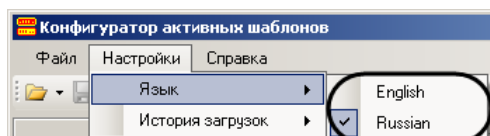

Рис. 13.3—3 Изменение языка интерфейса утилиты PatCfgr.exe
2. Выбрать требуемый язык интерфейса (см. Рис. 13.3—3).
Для завершения работы утилиты PatCfgr.exe необходимо нажать на кнопку  или выбрать пункт «Выход» в меню «Файл» (см. Рис. 13.3—2).